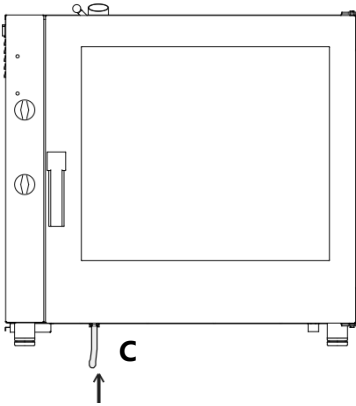

Fig. 6
Le raccord du tuyau d'arrivée pour le détergent est situé dans la partie gauche inférieure de l'appareil. Raccorder le tuyau d'arrivée fourni au raccord. Immerger le plus possible le tuyau d'arrivée pour le détergent (C) dans le réservoir avec le produit nettoyant adapté (Fig. 6).